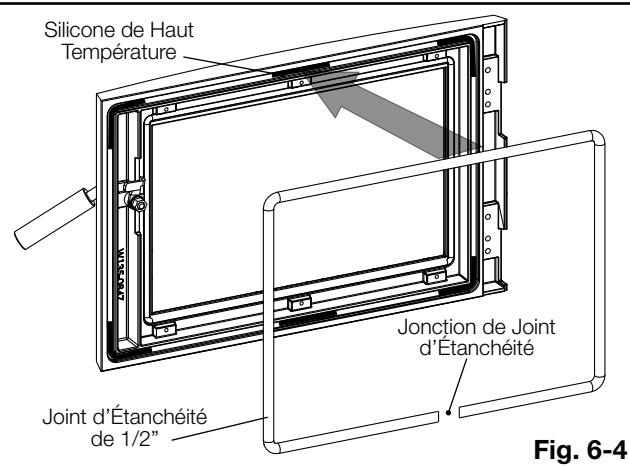

Fig. 6-4
2. Appliquez le silicone de haut température (non fourni) dans la rainure de joint d'étanchéité comme illustré (**Fig. 6-4**).
3. Coupez le joint d'étanchéité de 1/2" (fourni) à taille et le-placez au dessus du silicone. Appuyez le joint d'étanchéité fermement pour assurer qu'il reste en place. Assurez-vous que la jonction du joint d'étanchéité face vers le bas comme illustré (**Fig. 6-4**).